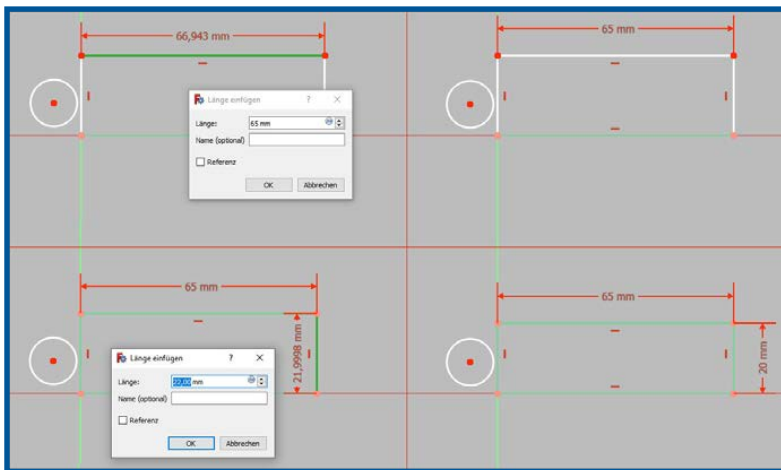

Abbildung 11.47:
- 1 Im ersten Abrollmenü des Werkzeugkastens *Sketcher-Randbedingungen* befinden sich die Constraints für die Bemaßung. Wählen Sie die Funktion *Horizontalen Abstand festlegen*. Klicken Sie die obere waagerechte Linie des Rechtecks an. Das aktuelle Maß wird angezeigt. Überschreiben Sie es mit dem gewünschten Maß von 65 mm. Wenn Sie mit *OK* bestätigen, wird das Rechteck auf diesen Wert gebracht und das Maß eingetragen (siehe Abbildung 11.47 oben).
- 2 Wählen Sie dann die Funktion *Vertikalen Abstand festlegen* im Abrollmenü. Klicken Sie die rechte senkrechte Linie des Rechtecks an. Tragen Sie den Sollwert von 20 mm ein. Falls die Maßzahlen durcheinandergeraten sind, können Sie sie mit gedrückter Maustaste an eine freie Stelle ziehen (siehe Abbildung 11.47 unten). Haben Sie sich beim Maß vertan, können Sie mit einem Doppelklick auf die Maßzahl diese auch im Dialogfeld ändern.